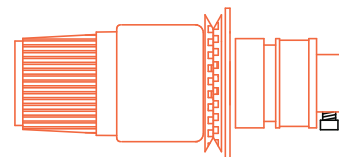

Abbildung 2-4
2. Den Faden nach unten zum Hauptvorspannrad führen (siehe Abb. 2-4).